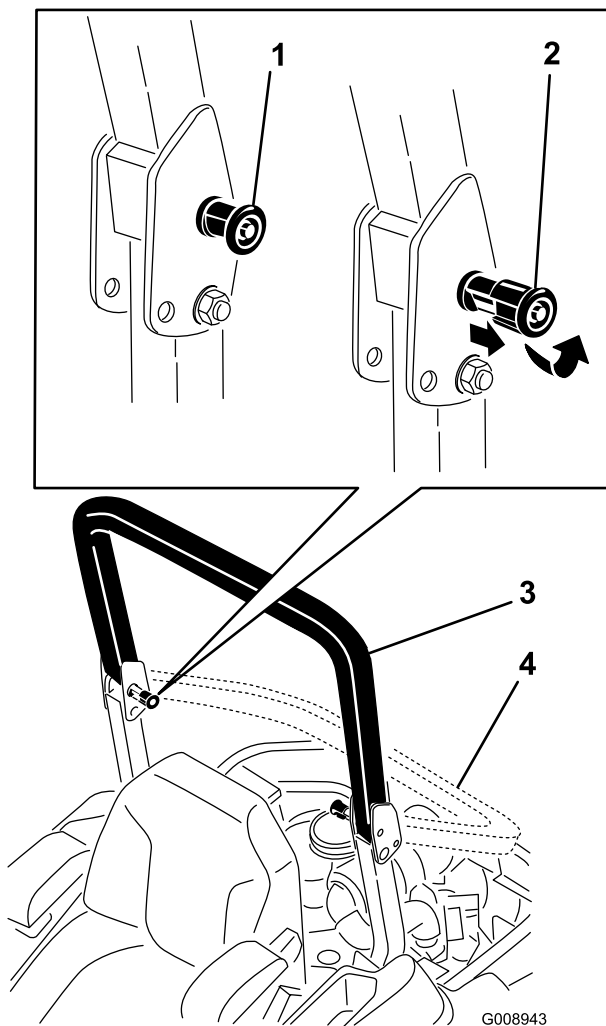

Bild 8
2. Ziehen Sie die zwei Handräder heraus und drehen sie um 90°, damit sie nicht eingerastet sind (Bild 8).
3. Senken Sie den Überrollbügel ab (Bild 8).
4. Zum Hochklappen des Überrollbügels heben Sie ihn an und drehen die Handräder so, dass sie teilweise in den Schlitzen sitzen (Bild 8).
5. Klappen Sie den Überrollbügel ganz hoch und drücken Sie gleichzeitig am oberen Überrollbügel; die Stifte rasten ein, wenn die Löcher mit den Stiften ausgefluchtet sind (Bild 8). Wenden Sie Druck auf den Überrollbügel an, um sicherzustellen, dass die Stifte eingerastet sind.